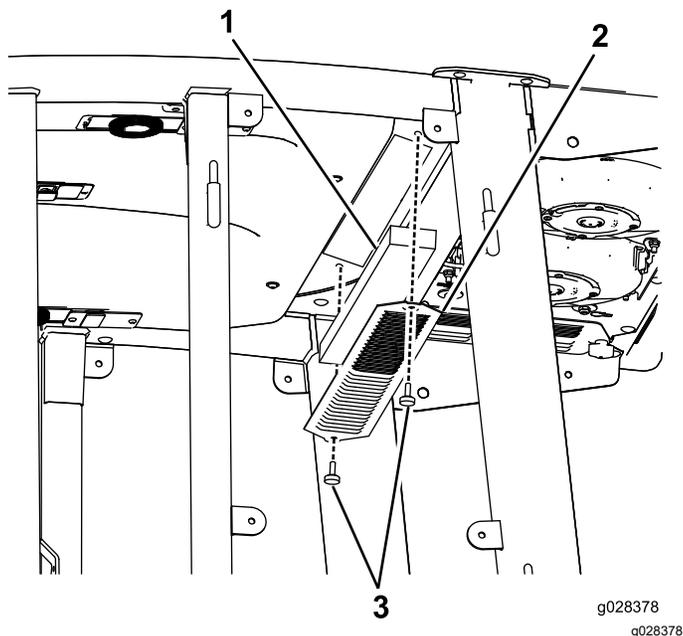
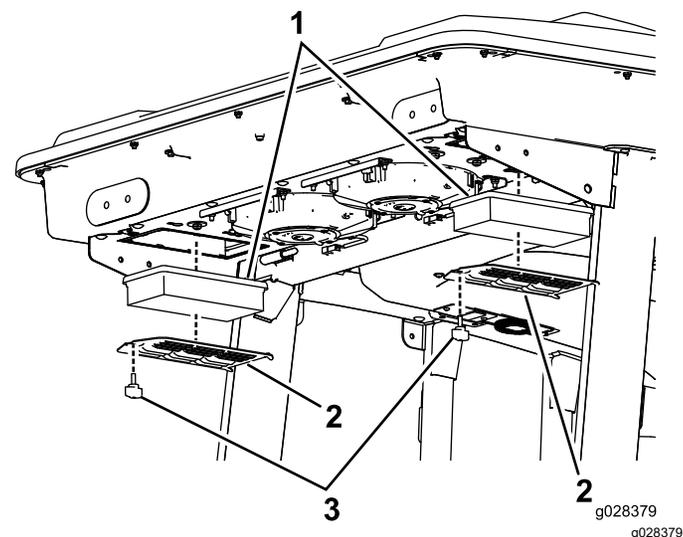
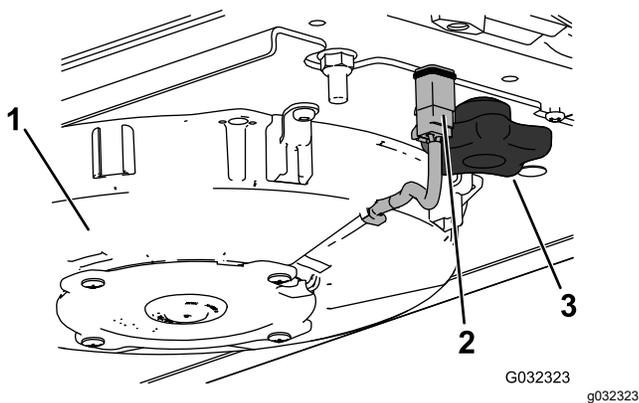
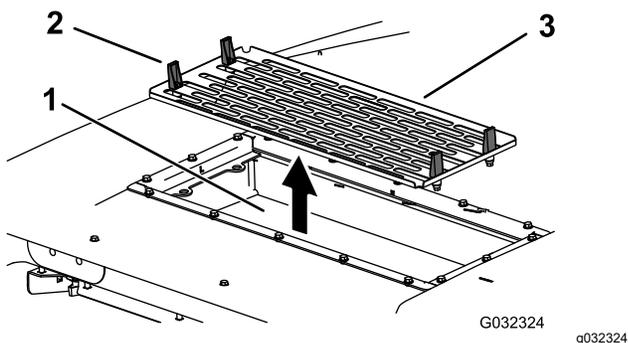

Figura 145
Figura 146
Figura 148
Figura 149
1. Retire los tornillos y las rejillas del filtro que está en el interior de la cabina y del filtro que está detrás de la cabina (Figura 145 y Figura 146).
- Retire los filtros de aire (ver Figura 146).
- Instale los filtros de aire, la rejilla y el conjunto de ventilador (Figura 146, Figura 148 y Figura 149).
- Conecte el cable de cada ventilador (Figura 148).